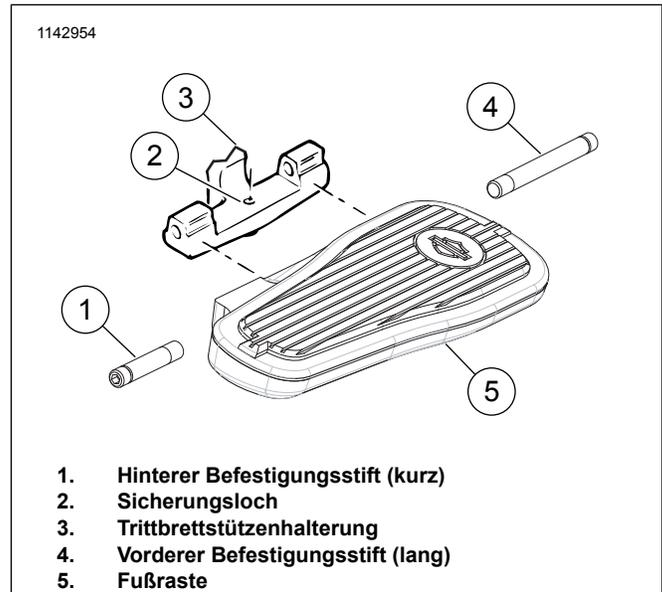

Abbildung 1. Trittbrettstütze und Fußraste
4. Siehe Abbildung 1 >. Die Feder und die Kugel aus dem Trittbrettstützensatz bereitlegen. Die Feder in das Sicherungsloch (2) der Trittbrettstütze (3) einsetzen. Die Kugel auf die Feder aufsetzen.
5. Die Fußraste (5) auf der Halterung (3) der Trittbrettstütze (3) platzieren und dabei darauf achten, dass die Stahlkugel nicht aus dem Sitz rutscht.